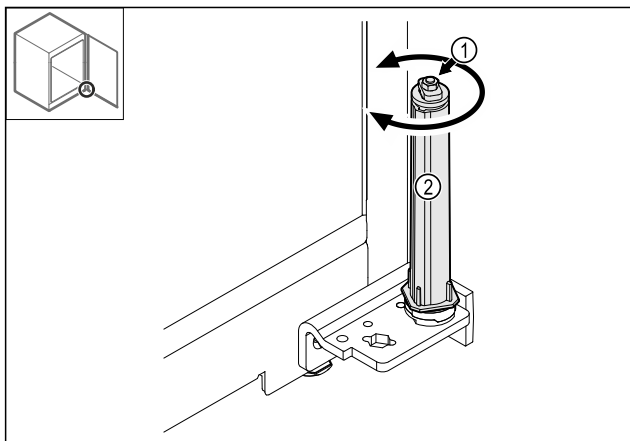

Fig. 36
- Ta inte isär låssystemets förskruvningar Fig. 36 (1).
- Vrid låssystemet Fig. 36 (2) tills det klickar.